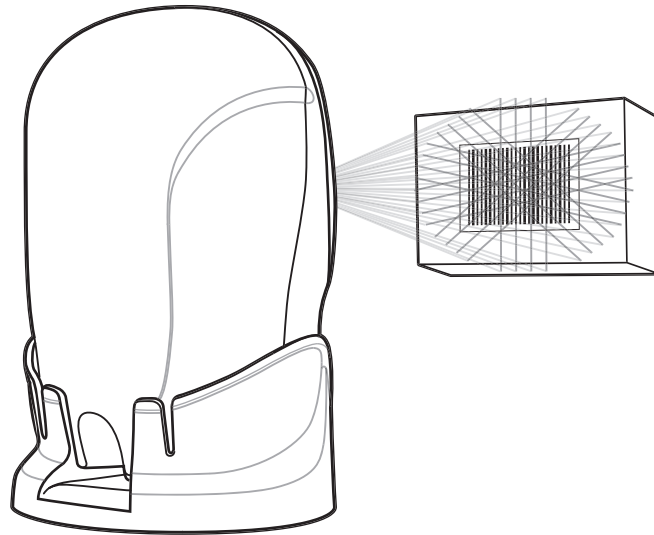
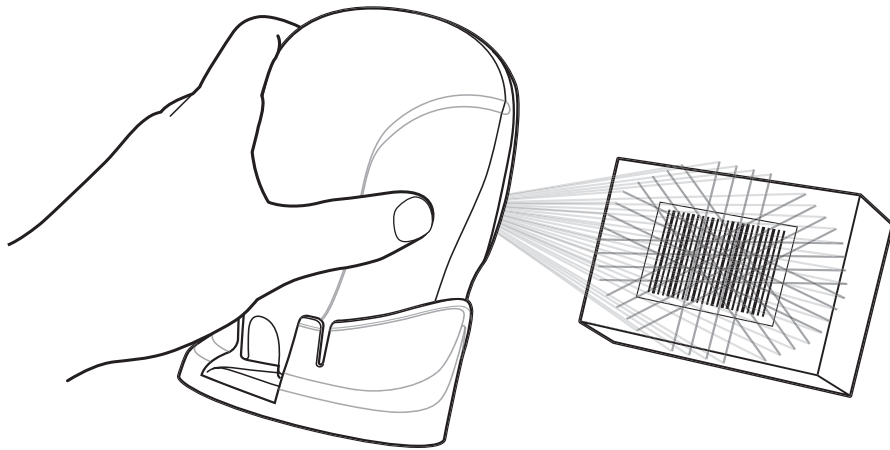

Figure 2-2. Mode mains libres
Figure 2-3. Mode portable
3. Pour lire un code à barres, présentez le code et assurez-vous que les lignes de lecture traversent chaque barre et chaque espace du symbole. Reportez-vous à la Figure 2-2 à la page 2-4 pour la lecture en mode mains libres et à la Figure 2-3 à la page 2-4 pour la lecture en mode portable.